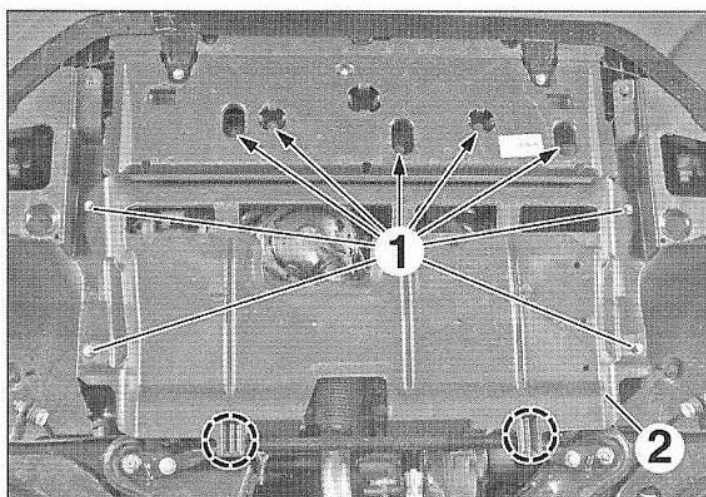
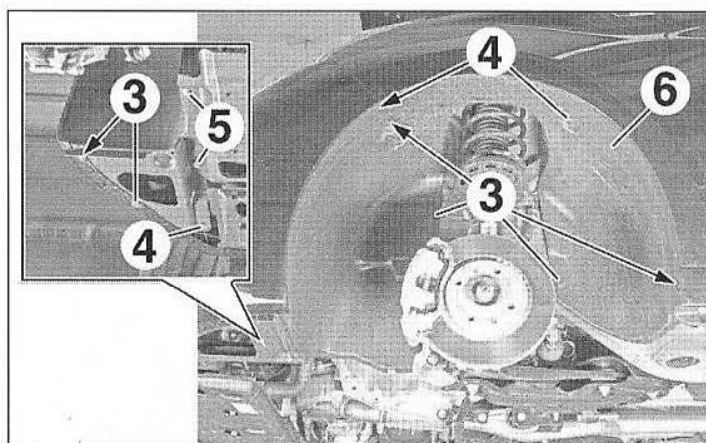
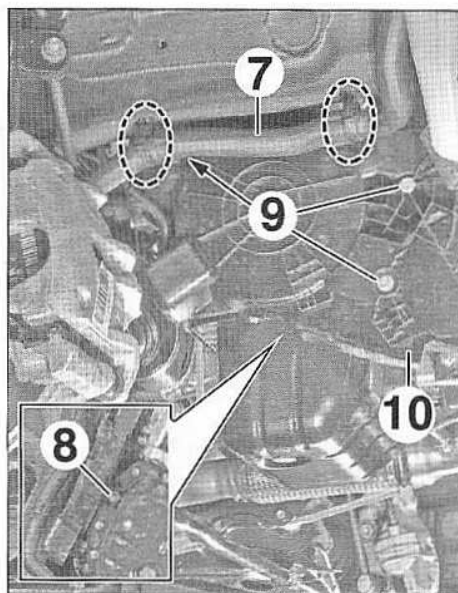
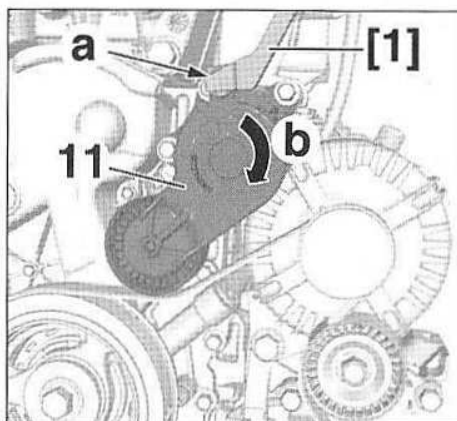

FIG.7
FIG.8
FIG.10
FIG.11
- Selon équipement, déposer les vis (1) (Fig.7).
- Dégrafer et déposer la protection sous moteur (2).
- Côté droit, déposer (Fig.8) :
- les agrafes (3),
- les vis (4),
- selon équipement, les vis (5),
- le pare-boue (6).
- Dégrafer la durit (7) (Fig.10).
- l'écrou (8),
- les vis (9),
- avec précaution, la protection (10).
- Positionner l'outil [1] en (a) (Fig.11).
- A l'aide de l'outil [1], comprimer le tendeur dynamique supérieur (11) dans le sens horaire (b).